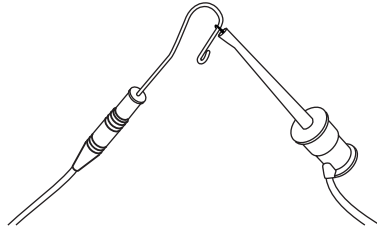

Abb. 8 Aktivierung des Apex-Lokalisators mit Lippenclip und Feilclip
- 2) Um den Apex-Lokalisator einzuschalten, bringen Sie den Feilclip für 3 Sekunden in Kontakt mit dem Lippenclip. Siehe Abb. 8.